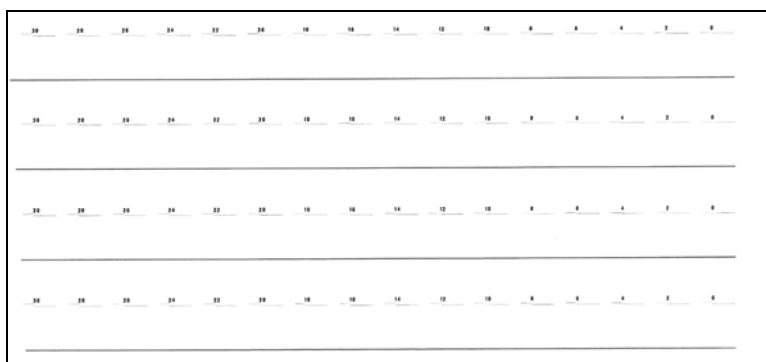

Figura 40. Calibración de X Gap (se muestran 4 pruebas)
2. Examine el gráfico para observar la línea y determinar el correspondiente valor numérico que mejor represente las dos líneas impresas (Figura 40).